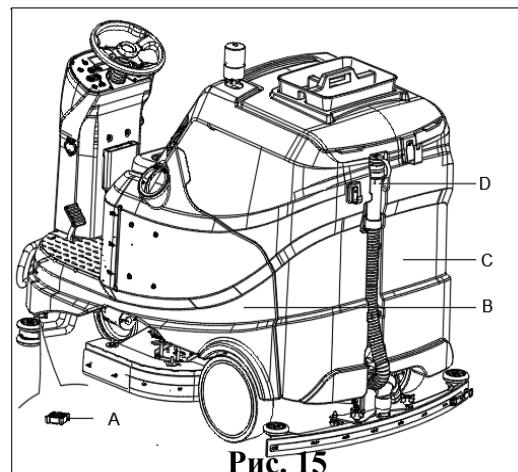

Рис. 15
Когда на многофункциональном дисплее (47, рис. 3) отображается сообщение ERROR24 и включается индикатор заполнения бака для регенерации (48, рис. 3). Указывает на то, что бак для регенерации (C, рис. 15) заполнен, вакуумный двигатель больше не может осушать пол. Опорожните бак для грязной воды следующим образом:
4. Слейте воду из бака грязной воды при помощи шланга (D, рис. 15). Затем промойте бак (C, рис. 15) чистой водой.
1. Слейте воду из бака раствора через крышку слива (A, рис. 15). После эксплуатации промойте бак чистой водой.
2. Слейте воду из бака (B и C, рис. 15), как показано в предыдущем пункте.